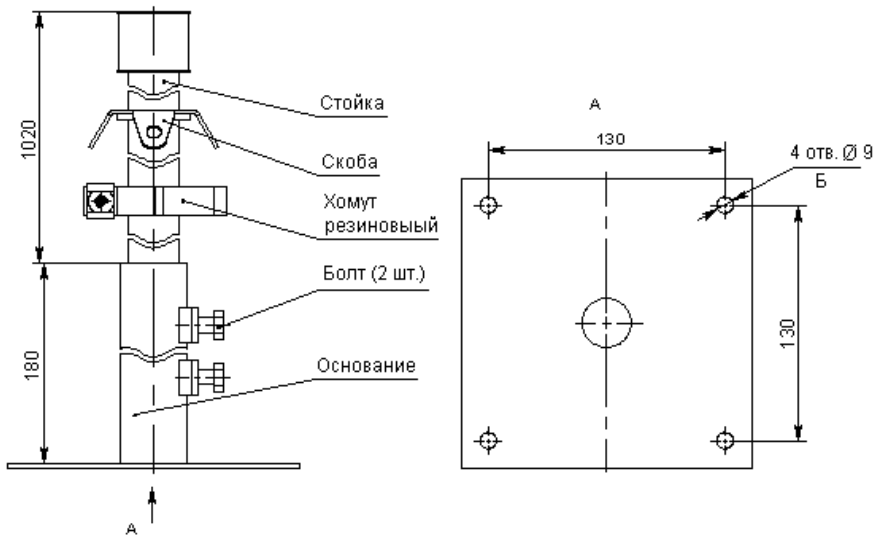

Рисунок 3.2 – Установка стойки
При установке комплекта антенны CXL70-5C/L, необходимо использовать составные части поставляемого комплекта монтажных частей (рисунок 3.2).
- закрепить кабели, вставляя их в прорези хомута стойки (рисунок 3.2) или с помощью стяжек;